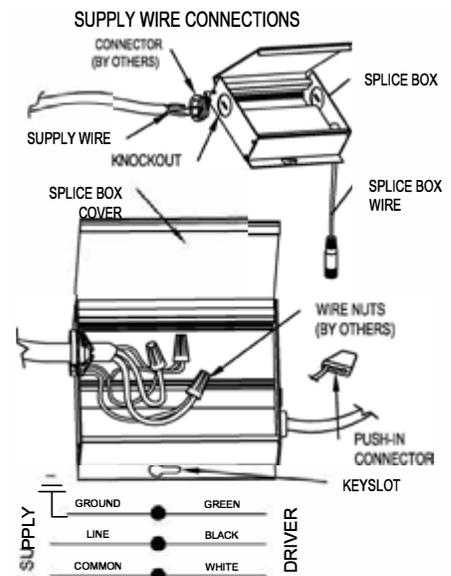

FIG. 1
3. Open **SPLICE BOX COVER** and remove appropriate **KNOCKOUT** using a straight blade screwdriver (Fig. 1).
4. Install **SUPPLY WIRE CONNECTOR** into **KNOCKOUT** opening and pass **SUPPLY WIRE** into **CONNECTOR** and secure (Fig. 1).
3. Ouvrir le **COUVERT DE LA BOÎTE DE CONNEXION** et retirer l'**ENTRÉE DÉFONÇABLE** adéquate à l'aide d'un tournevis à lame plate (Fig. 1).
4. Insérer le **CONNECTEUR D'ALIMENTATION** dans l'ouverture de l'**ENTRÉE DÉFONÇABLE** et acheminer le **FIL D'ALIMENTATION** dans le **CONNECTEUR**, rattacher (Fig. 1).